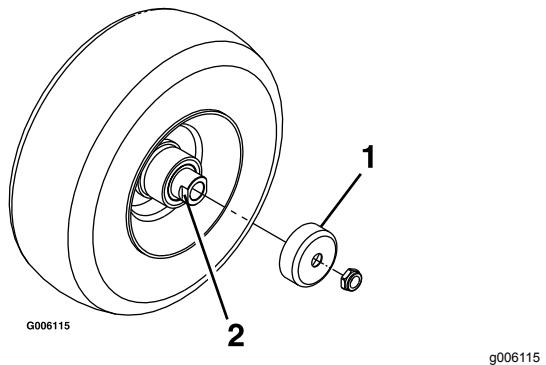

Figura 34
4. Retire los protectores de los retenes del buje de la rueda (Figura 34).